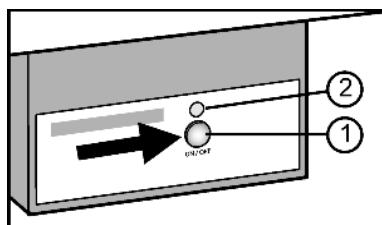

Fig. 19
- Нажмите и удерживайте кнопку On/Off Fig. 19 (1) так, чтобы светодиод Fig. 19 (2) загорелся.